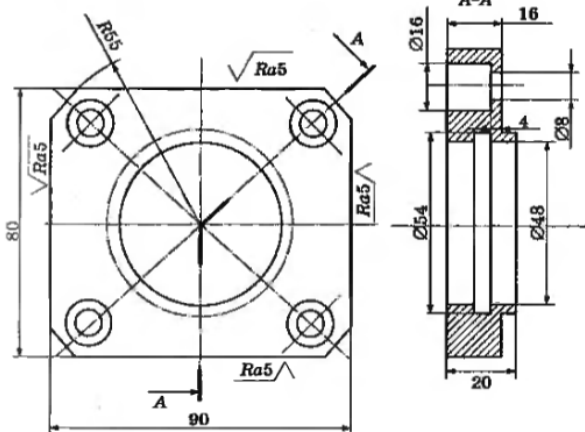

Рис. 3.9
**Исходные данные:** деталь крышка (рис.3.9); материал – сталь Ст3,  $\sigma_v=380$  Мпа. Заготовка – штамповка. Масса детали 0,65 кг. Оборудование – сверлильный станок 2Н135. Приспособление – специальное, кондуктор. Охлаждение – эмульсия. Партия 120 шт.